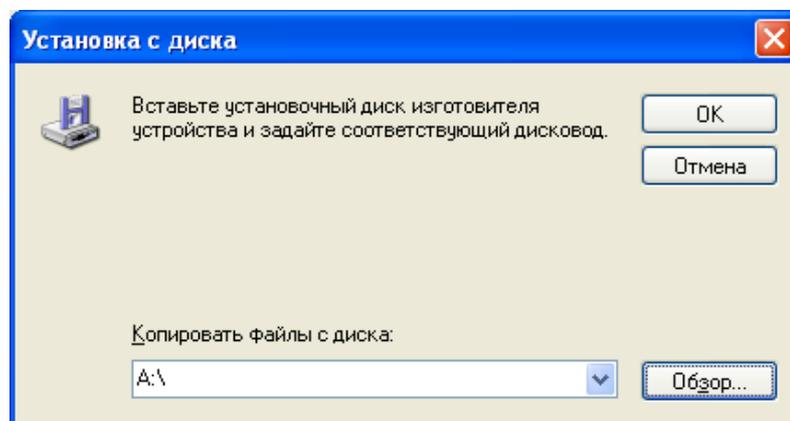

Рисунок 6
2.2.3.5 В окне «Установка с диска» (рисунок 6) посредством кнопку «Обзор» указать путь к месторасположению папки «HART-USB modem Drivers» на компакт диске в соответствии с рисунком 7.
2.2.3.6 Первым для установки выбрать драйвер FTDIBUS, ответственный за работу USB шины модема, нажать кнопку «Открыть». В окне «Установка с диска» (рисунок 6) нажать кнопку «ОК».
Нажать кнопку «Открыть». Затем в окне «Установка с диска» (рисунок 6) нажать кнопку «ОК». На экране появится окно в соответствии с рисунком 11.